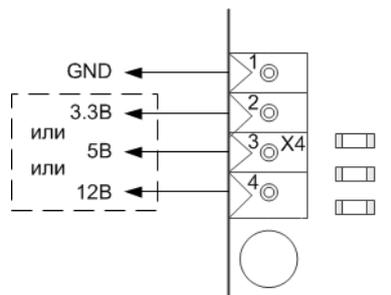

Рис.4.1. Схема клеммника изделия для стыковки с контроллерами
4.1. Способ подключения изделия к управляющим выходам разнотипных контроллеров указан в табл.4.1 в виде наименований клемм (контактов) контроллеров, которые следует соединить с нужными контактами клеммы X4 изделия (см. рис.4.1).
- 5.5. Соединить управляющий выход контроллера с входом управления изделия, согласно табл.4.1 и рис.4.1.